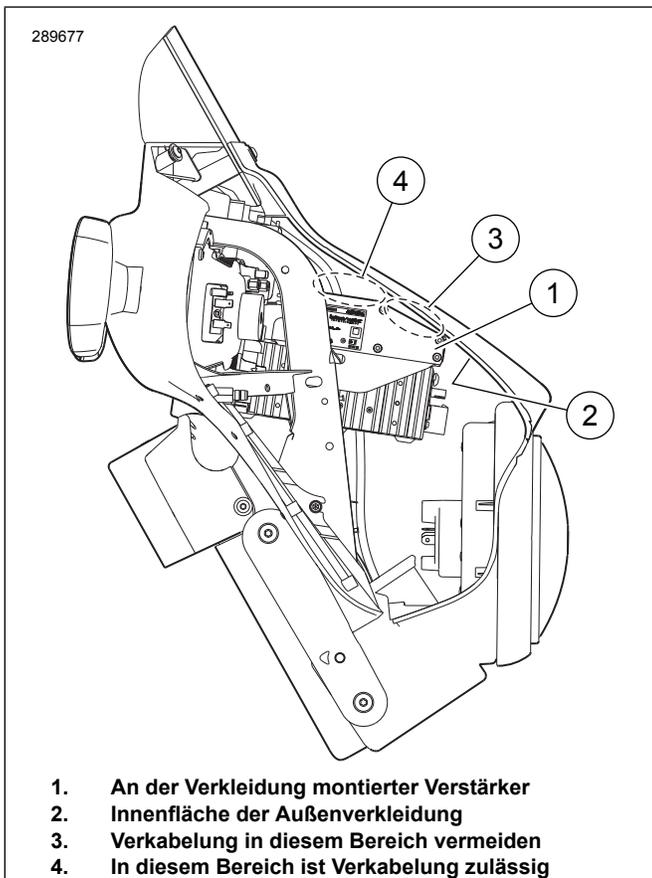

Abbildung 3. Verkabelungsabstände für an der Verkleidung montierten Verstärker
Siehe Abbildung 3. Wenn Kabel und Kabelkanal in der Nähe der Vorderseite (Scheinwerfer) (3) oberhalb von Verstärker (1) und Radio verlegt werden, wird der Einbau der Außenverkleidung (2) auf Grund von geringem Freiraum schwierig.
15. Die Verstärker- und Radiokabelbäume entlang der Radio- und Verstärkerseite oder dem Bereich oberhalb des Verstärkers nahe der Innenverkleidung nach hinten verlegen (Siehe Abbildung 3., Bereich 4). Den Radio- und Verstärkerkabelbaum mit Kabelbindern aus dem Satz innerhalb der Verkleidung an den vorhandenen Kabelbäumen sichern.